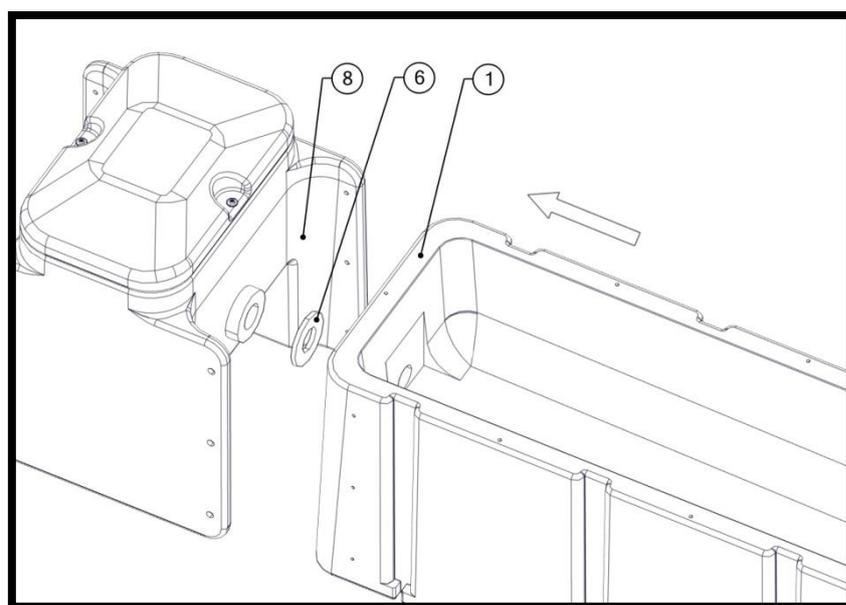
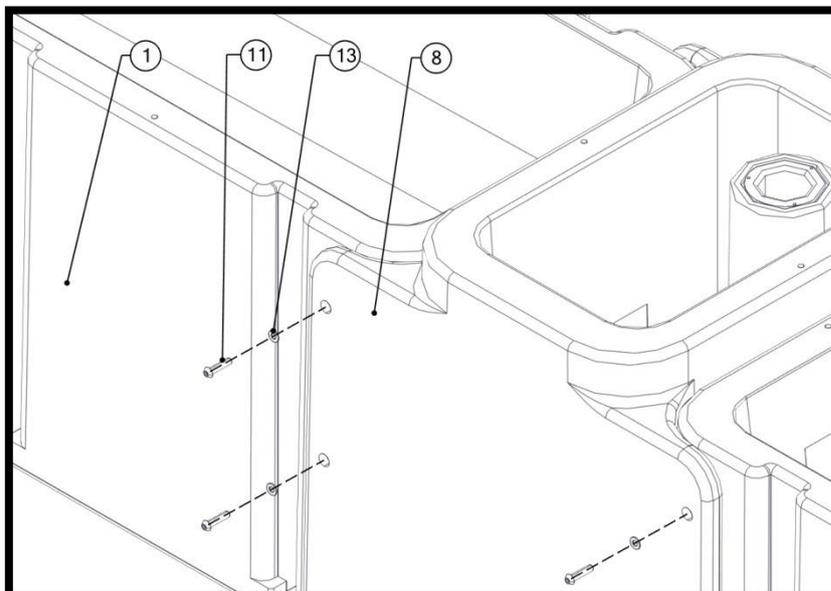

Рис. 6
Рис. 7
- 4) Установите между центральным отсеком поз. 8 и ваннами поз. 1 прокладки поз.6, как показано на рис. 6 и зафиксируйте ванны винтами поз.11 с шайбами поз. 13, как указано на рис. 7. Крышки ванн поз.2, шары поз.9 и клапан в сборе поз. 16 на рис.6 и рис.7 не отображены.